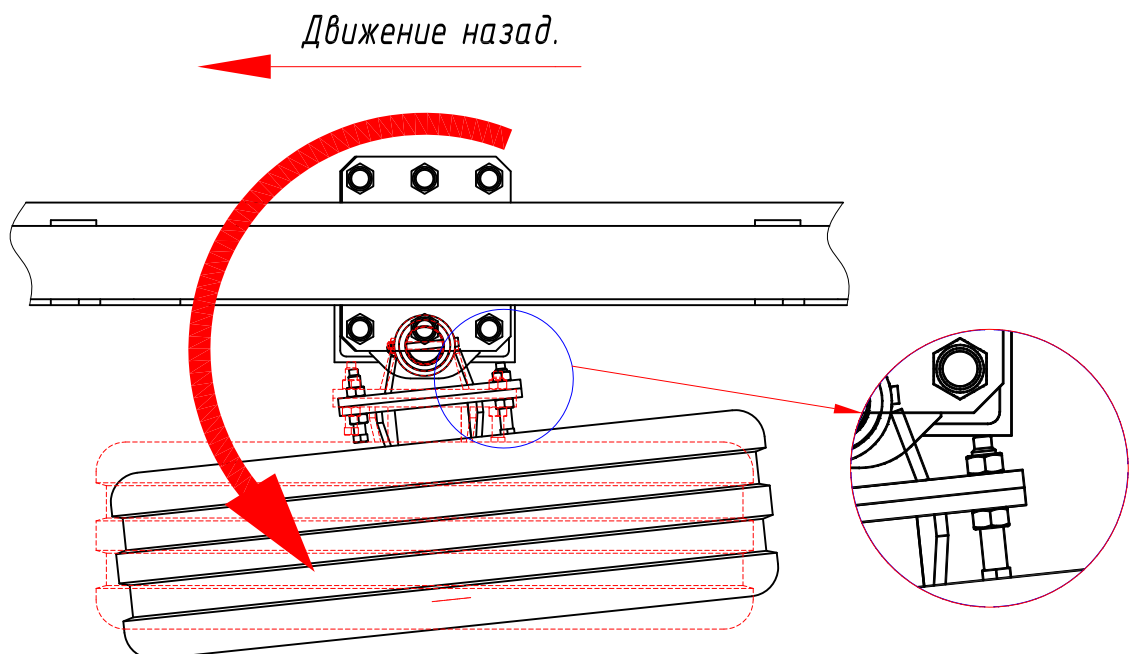

Рис.20 Регулировка транспортных колес боковых балок
7.4.5. Отрегулировать опорные колеса винтами 8 (рис.12) так, чтобы получился небольшой угол схождения по ходу сцепки (см. рис.20). Это делается для того, чтобы боковые балки при движении вперед не разъезжались, а при переводе сцепки в рабочее положение они автоматически разъедутся при движении назад.
Рис.20а
Рис.20б
2. При движении сцепки в транспортном положении боковые балки расходятся.	Отрегулировать положение опорных колес боковых балок (рис.20).